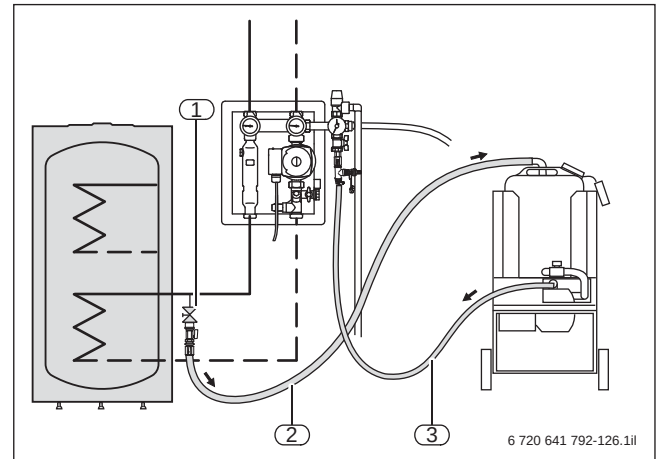

Bild 156 Spülen eines Standardsystems mit einem Speicher Logalux SM, SMS, SMH, P750 S oder PNR(Z)
- In der Rohrleitung zum Wärmetauscher in der Nähe des Speichers bauseits ein Füll- und Entleerhahn installieren (→ Bild 156).